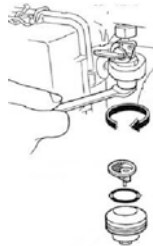

Fig. 20
9.2.1 Afloje la tuerca de drenaje del carburador y extraiga todo el combustible de su interior. (Fig. 20)
9.2.2 Cambie el aceite del motor. (Fig. 20)